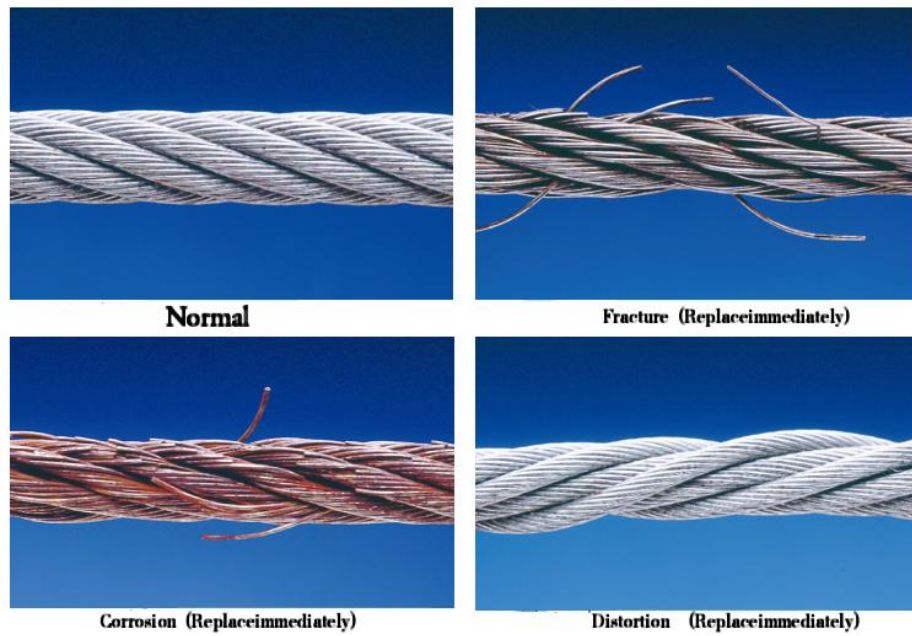

Bild 17 Austausch der Stahldrahtseile
9.6 Seilaustausch bei folgenden Defekten (Bild17):